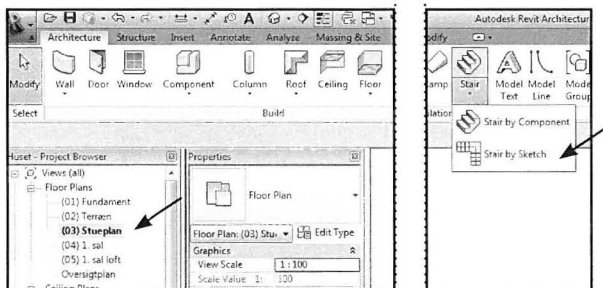

Fig. 10.37. Stå i (03) Stueplan i *Project Browseren*. Og vælg *Stairs by Sketch*.
- Stå i (03) Stueplan i *Project Browseren* (Fig. 10.37).
- Vælg *Architecture - Stairs by Sketch* (Fig. 10.37).